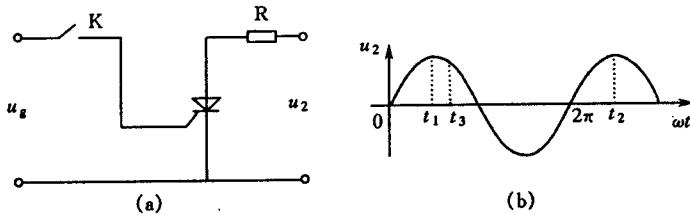

图 1-5 例题 1.4 图
(2) R 上的波形如下:
**例题 1.4** 电路与波形示于图1-5(a),(b)。若在  $t_1$  时刻合上 K, 在  $t_2$  时刻断开 K, 求负载电阻上的电压波形。若在  $t_1$  时刻合上 K,  $t_3$  时刻断开 K, 输出电压的波形又如何( $u_g$  宽度大于  $360^\circ$ )?